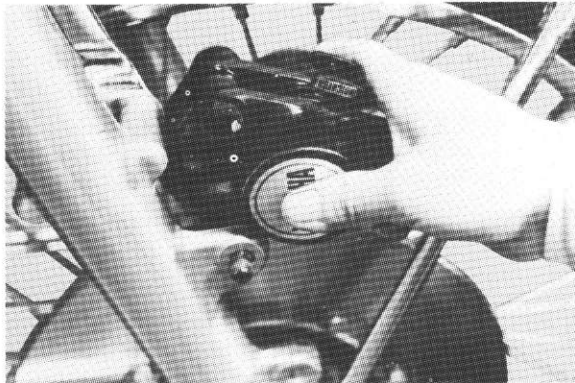

Fig. 20
- 3) Rotate the caliper assembly upward, and remove it. (Fig. 20)
- 3) Basculer l'étrier vers le haut, puis le retirer. (Fig. 20)
- 3) Zangengehäuse nach oben drehen und herausnehmen. (Abb. 20)